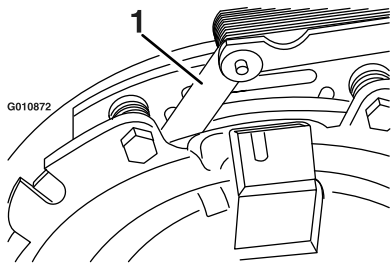
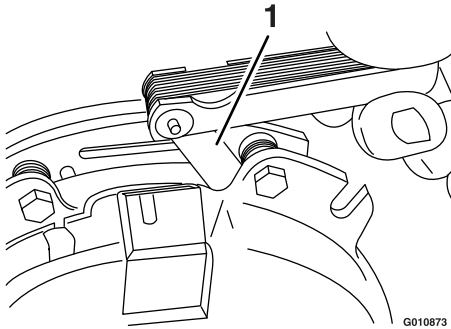

Figura 86
Figura 87
- E. Usando una galga de 0.25 mm (0.01"), compruebe la presencia de un espacio entre el rotor y la cara de la armadura en ambos lados del polo del freno, según se indica en Figura 86 y Figura 87.